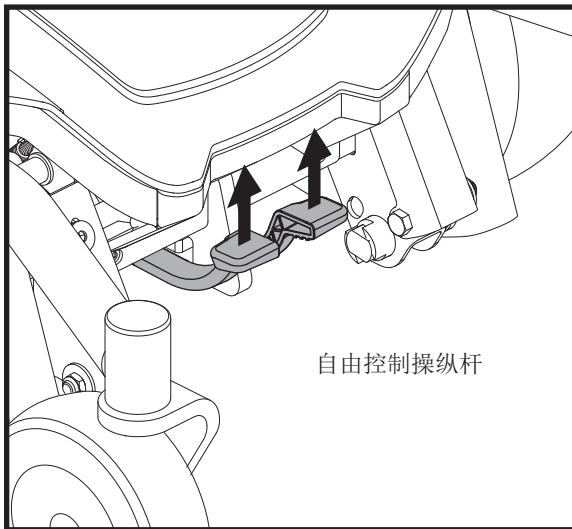

图 4. 行驶模式（接合驱动电机）
2. 将两根控制杆同时向上拉以接合驱动电机（行驶模式）。见图4。